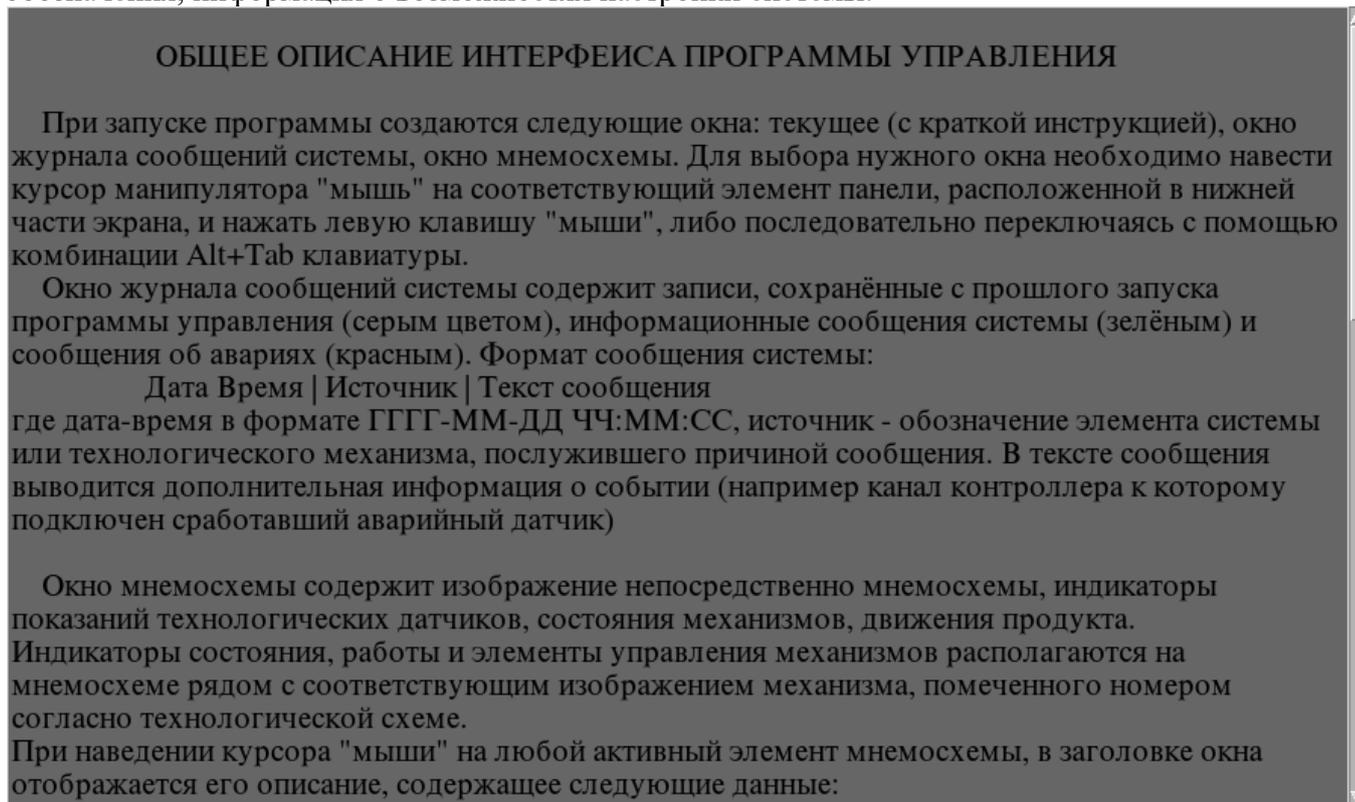

Рисунок 1: Инструкция
- Главное окно с краткой инструкцией по системе (рисунок 1)